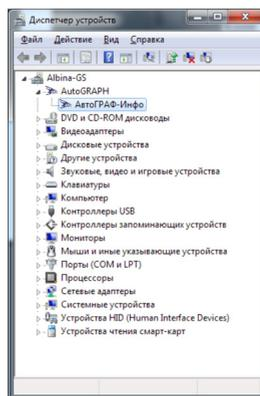

Рис.46. Определение подключенного устройства.
- Отключите устройство от ПК и подключите заново. Убедитесь, что система распознала устройство «АвтоГРАФ-Инфо» (Рис.46).